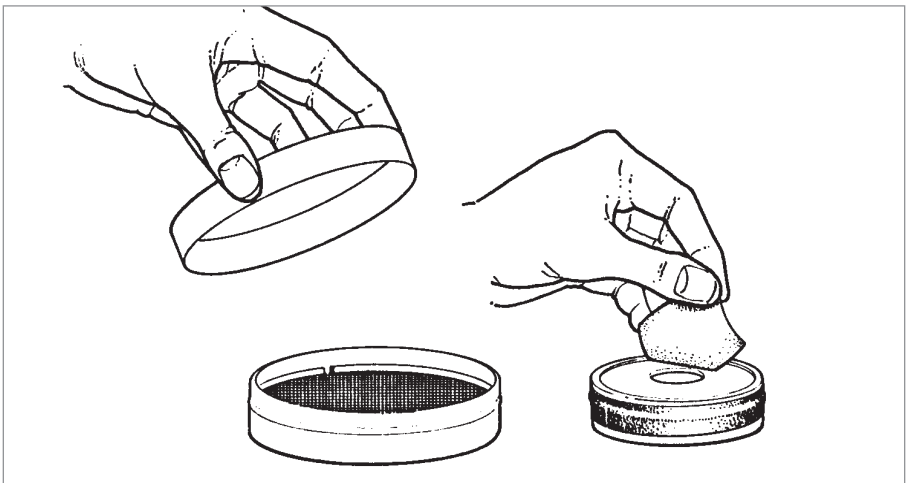

Figure 4 : Deux types de détecteurs à charbon actif
- **Détecteurs à charbon actif** – Il s'agit d'un contenant rempli de charbon et recouvert d'un tamis et d'un filtre (*voir* la Figure 4). Exposé à l'air dans la maison durant un intervalle de temps qui varie habituellement de deux à sept jours, le détecteur est ensuite scellé, puis expédié à un laboratoire d'analyse.